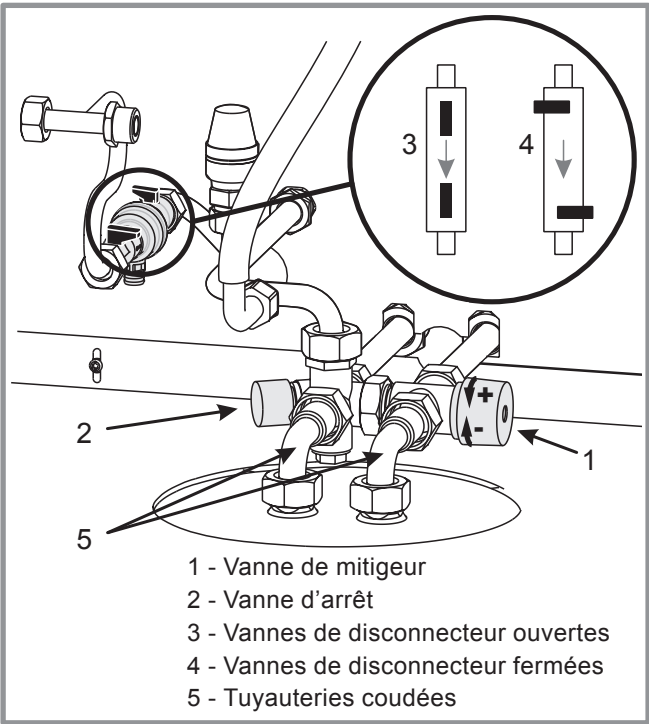

figure 34 - effinox condens duo 5000
- Tourner la molette (rep.1, figure 34) vers (+), jusqu'en butée.